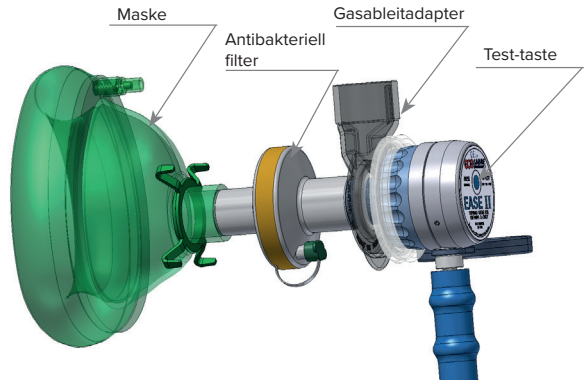

Abb. 1: Befestigung des Reinigungsadapters, des Filters und der Maske.
- Schieben Sie den Gasableitadapter (sofern im Lieferumfang enthalten) auf den Patientenanschluss des Demandventils (siehe Abb. 1).
Wählen Sie eine geeignete Komponente (Maske oder Mundstück und antibakterieller Filter) für den Patienten aus, und schieben Sie sie auf den konischen 22-mm-Auslass am Patientenanschluss des Demandventils (siehe Abb. 1).
Die Einheiten müssen durch leichtes Drücken der Testtaste überprüft werden (siehe Abb. 1 und 2). Dabei sollte das Strömen von Gas durch die Maske bzw. das Mundstück hörbar sein. Durch Loslassen der Taste sollte der Gasstrom unterbrochen werden.